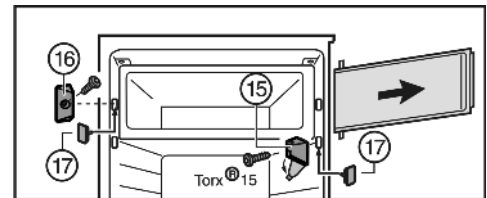

Fig. 6
- ▶ Зніміть кришку на опорному кронштейні Fig. 6 (15).
- ▶ Відкрутіть опорний кронштейн Fig. 6 (15) з дверцятами камери.
- ▶ Відкрутіть замок Fig. 6 (16).
- ▶ Закрийте отвори, які звільнилися, пробками Fig. 6 (17), що входять у комплект.